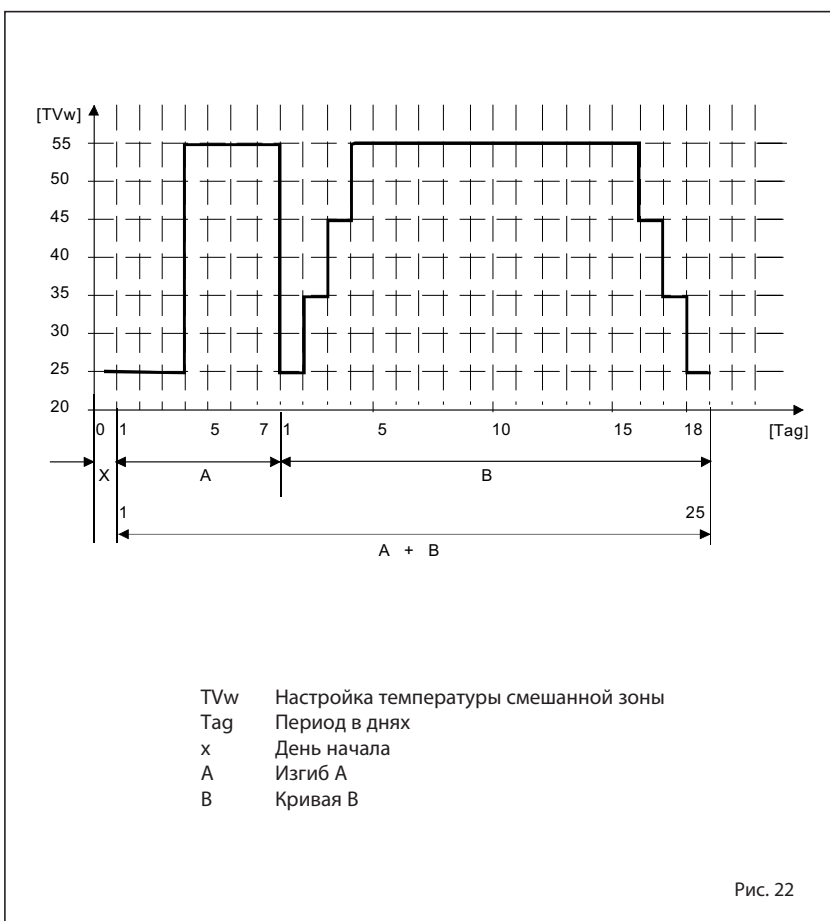

Рис. 22
4.5.2 Функция сушки стяжки (рис. 22)
Заданное значение зоны смешивания следует выбранной кривой и достигает максимального значения 55°C. При работе игнорируется любой запрос на тепло (отопление, ГВС, защита от замерзания и очистка труб). Во время функционирования дисплей показывает дни, которые остались до завершения выполнения функции (напр., главные цифры -15 = осталось 15 дней до выполнения функции). График на рис. 22 показывает ход кривых.